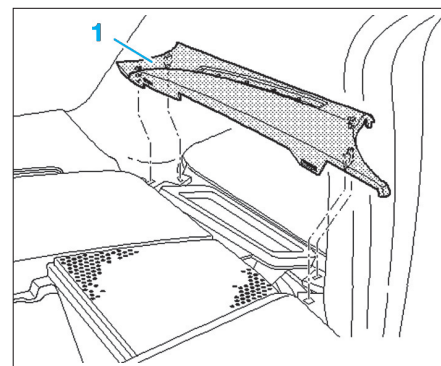

Fig. 6
- De chaque côté, dégrafer le cache plastique (1) vers le haut à l'aide d'un petit tournevis (Fig.6).